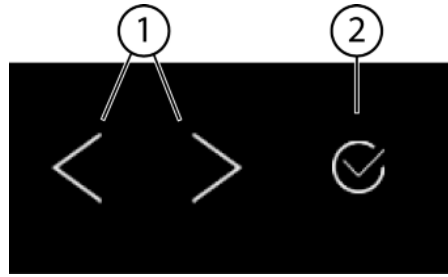
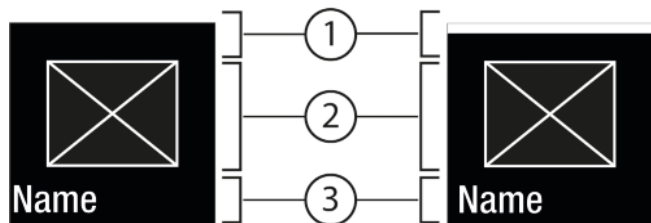
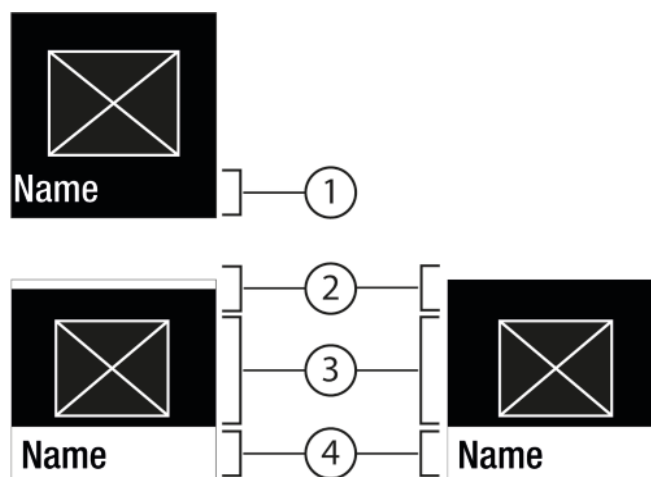

Fig. 5
Fig. 6
Fig. 7
- (1) Flèche de navigation vers la gauche / droite (2) Confirmer
Flèche de navigation vers la gauche / droite Fig. 5 (1) :
Confirmer Fig. 5 (2) :
- Naviguer avec la flèche de navigation vers la gauche / la droite Fig. 5 (1).
- Avec Confirmer Fig. 5 (2), activer / désactiver la fonction Fig. 6 (1) / le réglage Fig. 6 (1).
- Avec Confirmer Fig. 5 (2), appeler le sous-menu Fig. 7 (4).
- Régler une nouvelle valeur : Avec Confirmer Fig. 5 (2), sélectionner une valeur désactivée Fig. 6 (1).
- Retour au menu : Avec Confirmer Fig. 5 (2), sélectionner la valeur déjà activée Fig. 6 (2).
- Appuyer sur les flèches de navigation Fig. 5 (1) autant de fois que nécessaire jusqu'à ce que la s'affiche.
- Appuyer sur Confirmer Fig. 5 (2).
- Appuyer sur les flèches de navigation Fig. 5 (1) autant de fois que nécessaire jusqu'à ce que la fonction s'affiche.
- Sélectionner la valeur de réglage à l'aide des flèches de navigation Fig. 5 (1).
- ▷ Status : activé Fig. 6 (1) s'affiche brièvement dans le sous-menu Fig. 7 (4).
- ▶ Appuyer sur les flèches de navigation *Fig. 5 (1)* autant de fois que nécessaire jusqu'à ce que les réglages  s'affichent.
- ▶ Appuyer sur Confirmer *Fig. 5 (2)*.
- ▶ Appuyer sur les flèches de navigation *Fig. 5 (1)* autant de fois que nécessaire jusqu'à ce que le réglage souhaité s'affiche.
- ▶ Appuyer sur Confirmer *Fig. 5 (2)* et laisser enfoncé 3 secondes.